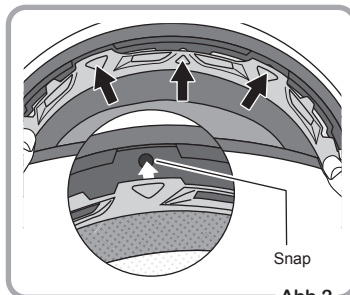

Abb.2
- ② Setzen Sie die drei Druckknöpfe wie in Abb. 2 gezeigt auf der Vorderseite ein.